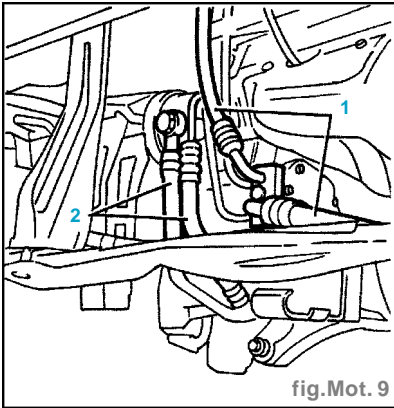

fig.Mot. 9
- Débrancher les tuyaux d'entrée et de sortie au niveau du compresseur (1) (fig. Mot. 9).